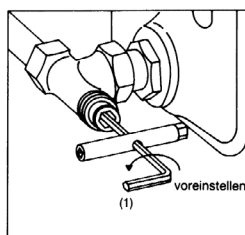

Bild 2
- 1.3 Nun Ventilkegel mit dem Sechskantschlüssel SW 4 (1), entsprechend den lt. Diagramm gewählten Umdrehungen durch Linksdrehen voreinstellen (Bild 2).
- 4.5 Mit Sechskantschlüssel SW 4 (1) den Ventilkegel durch Linksdrehen aufdrehen (Bild 2). Heizkörper entlüften.